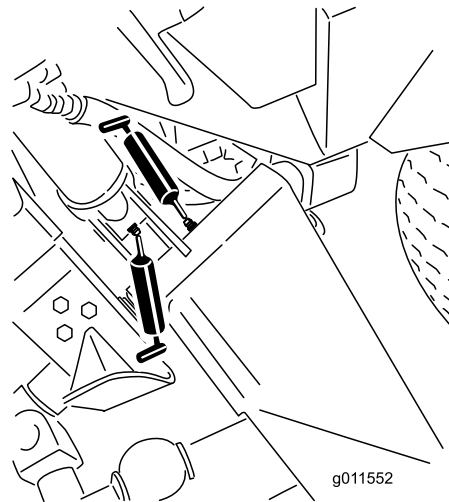
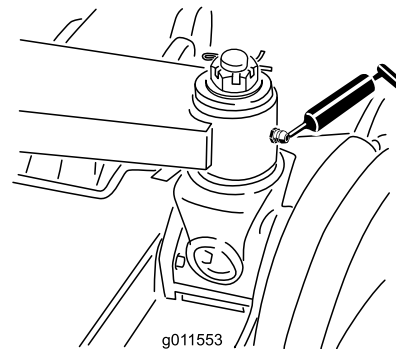

Figura 44
Figura 45
- Casquillos de los brazos de elevación principales (6) (Figura 44 y Figura 45).